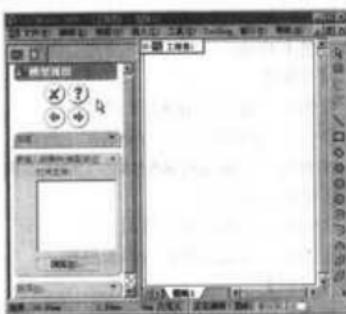

图 6-2 新建立的工程图文件
(3) 单击“确定”按钮，一新的空白工程图出现在图形区域中，同时显示“模型视图”属性管理器，当前图纸的“比例”显示在 SolidWorks 2005 窗口底部的状态栏中，如图 6-2 所示。